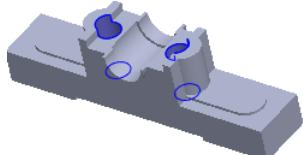
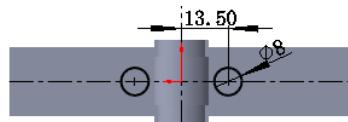

图 5.39.18 切除-拉伸 4
图 5.39.19 横断面草图 (九)
Step10. 创建图 5.39.18 所示的特征切除-拉伸 4。横断面草图如图 5.39.19 所示。